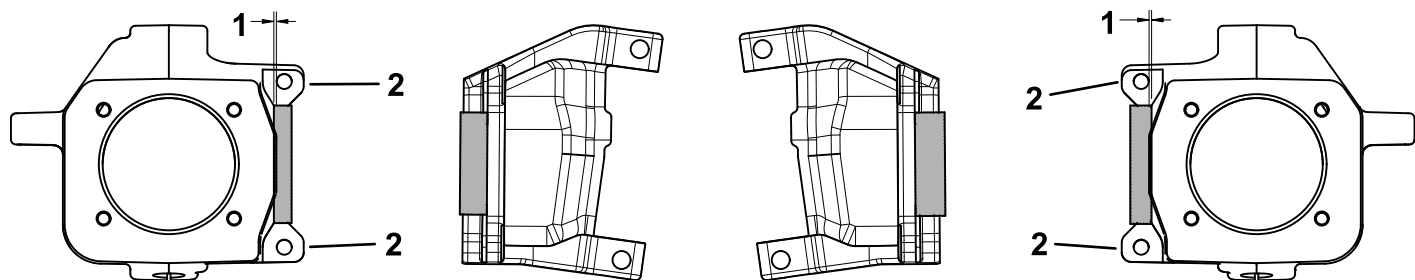

図 7
1. 図7のように、グラインダーで、左右のステアリングナックルに、1.78 mm の逃げを作る。
重要 図7に示す面は削らないでください。
2. 図7のように、グラインダーで、後アクスルのそれぞれの側に、0.76mm の逃げを作る。